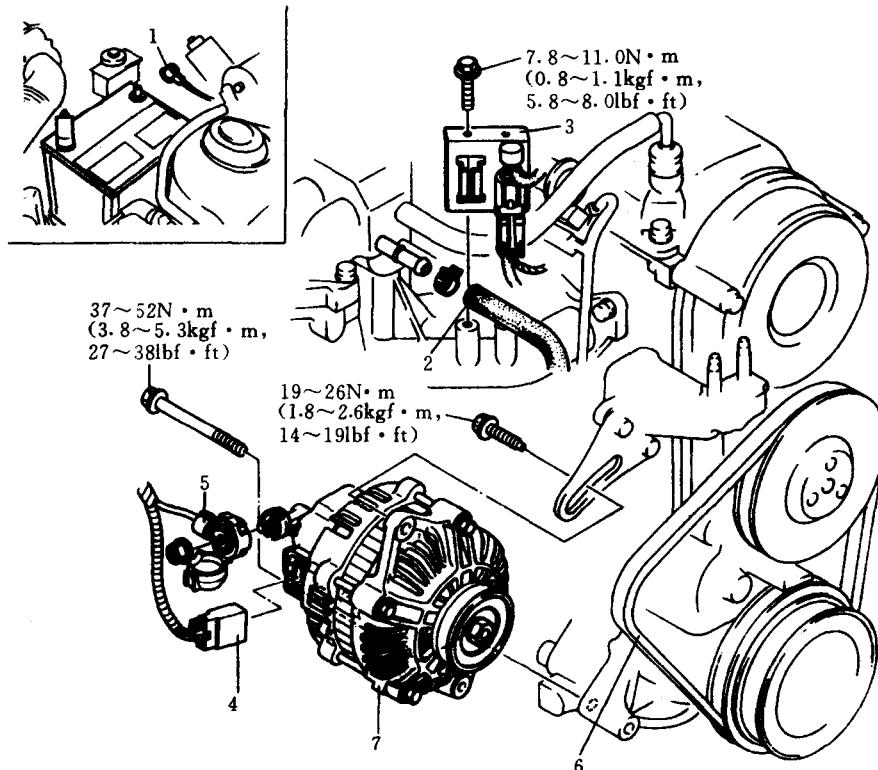

图 13 交流发电机的拆装——以 1993~1994 年产 323 车型、MX3 车型 1.6L (B6E) 和普鲁泰哥车型 1.8L (BPE, BPD) 发动机为例
**1.1993~1994 年产 323 和 MX3 车型 1.6L (B6E), 1993~1995 年产普鲁泰哥车型 1.8L (BPE, BPD), 1995 年产 MX3 车型 1.6L (B6-ZE), 1995~1997 年产普鲁泰哥车型 1.5L (Z5D) 和 1.8L (BPD) 发动机 (参见图 13)**